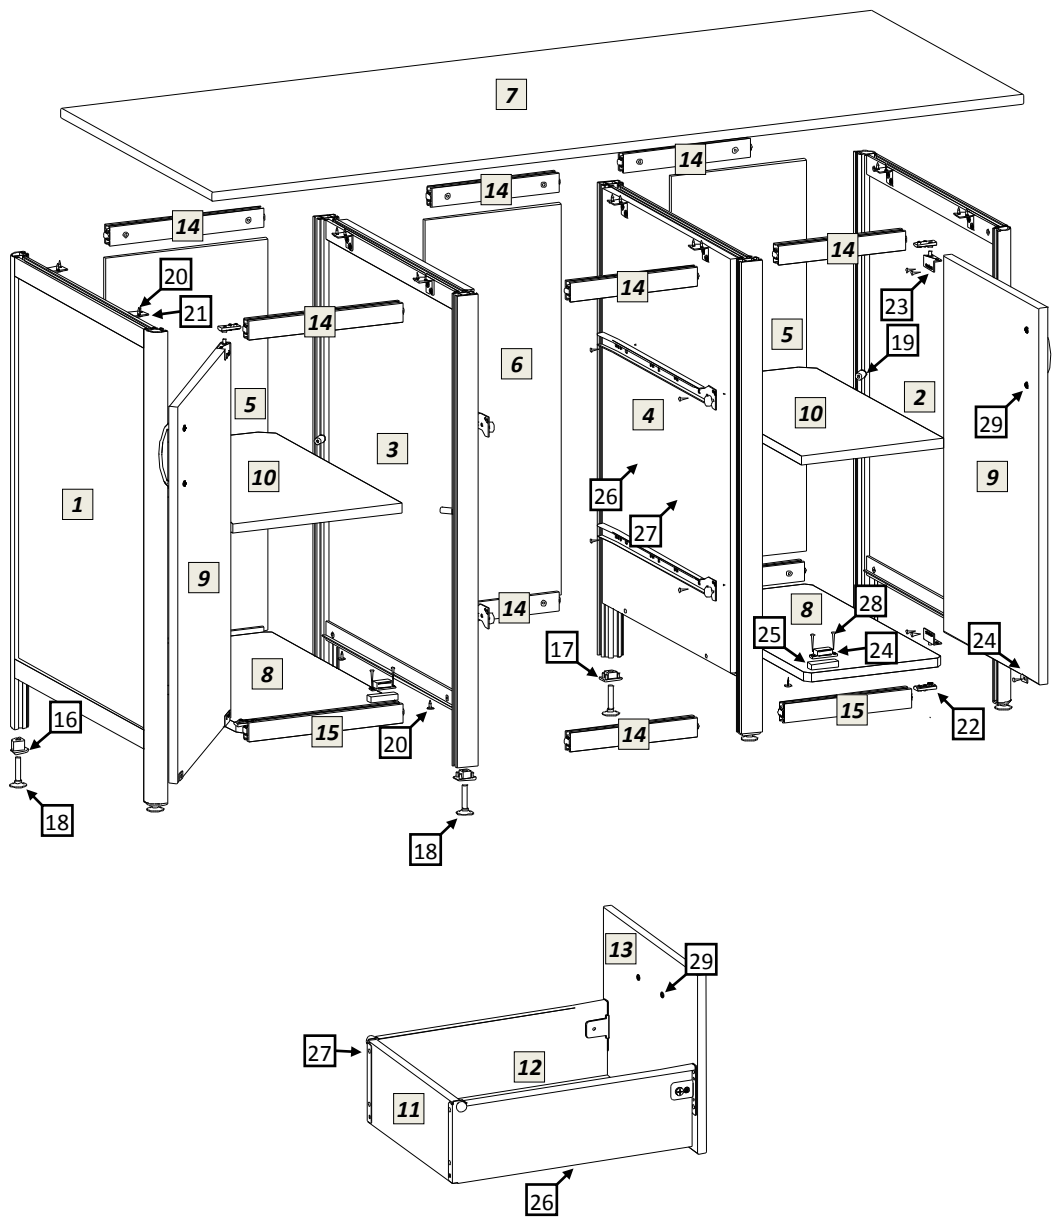

рис.1
- 5.1 Распаковав изделие, внимательно ознакомьтесь со схемой сборки, изображённой на рис.1. Согласно позициям на схеме и комплектовочной ведомости определите расположение деталей в изделии и порядок их сборки. Сборка производится на ровном полу, укрытом материалом, предотвращающим повреждение покрытия пола и деталей мебели. Подготовьте необходимые для сборки инструменты – плоскую и крестовую отвёртки, молоток, рулетку или линейку, гаечный ключ 12мм для регулировки опор, шуруповёрт.
- 5.6 Сборка выдвижных ящиков. Схема сборки ящиков показана на рис.1. Шурупами 4x16 соедините заднюю стенку, днище ящика и его фасад с металлическими боковинами направляющего механизма. На фасад ящика установите ручку. Установите в стол-тумбу собранные ящики. При необходимости отрегулируйте зазоры винтами крепёжного фасадного элемента metaboxов.